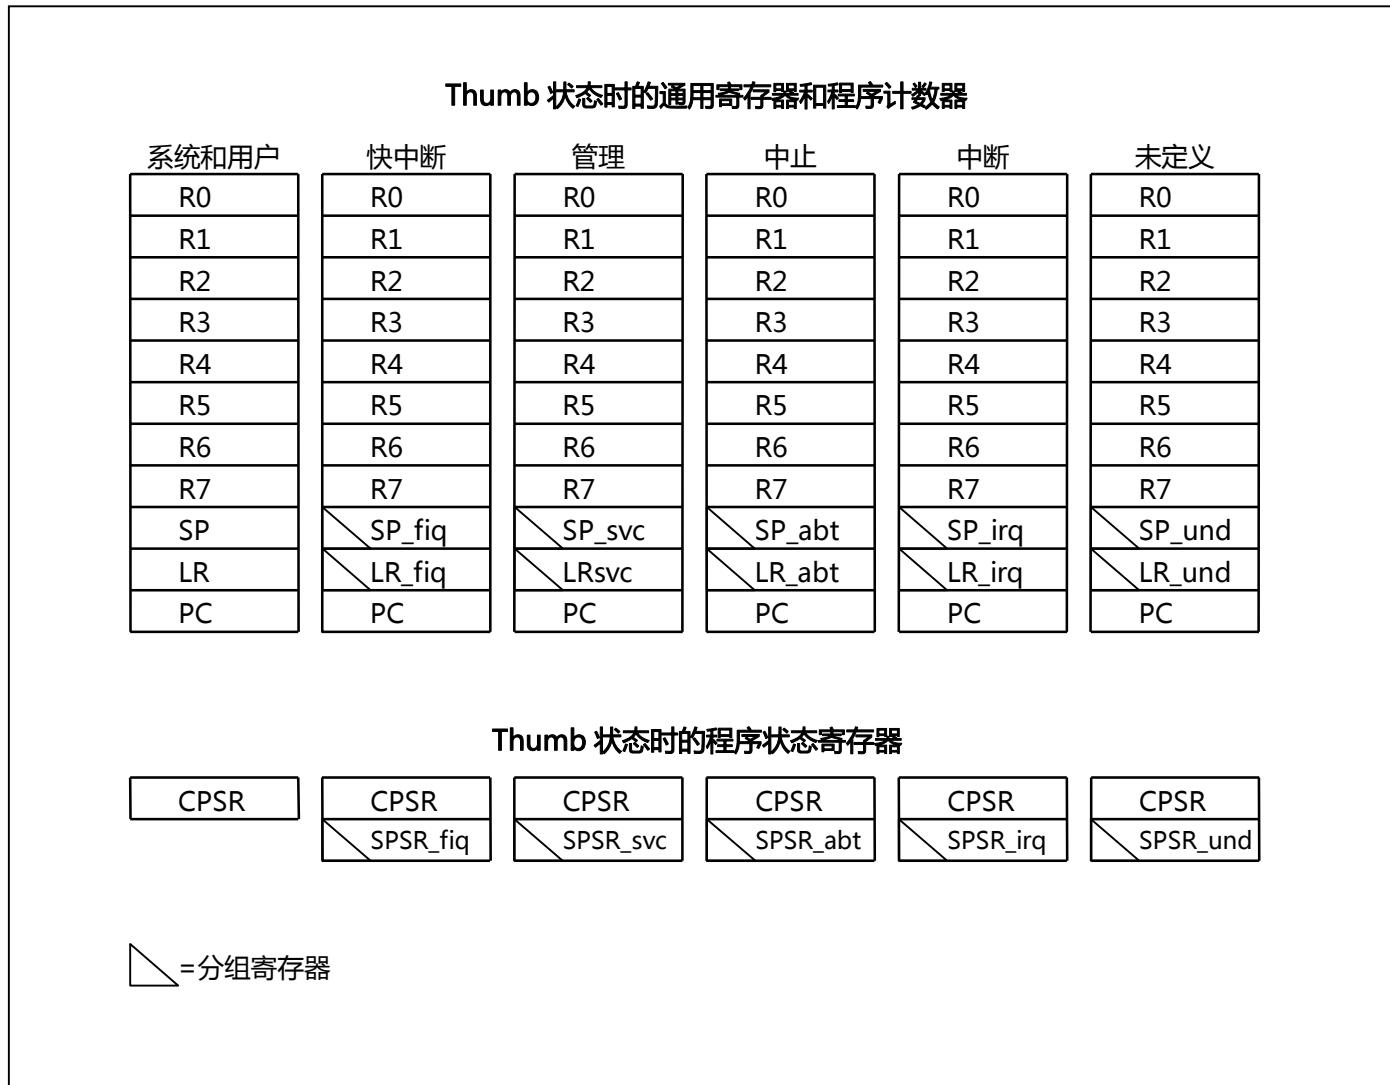

图 2-4. Thumb 状态时寄存器组织
Thumb 状态时的寄存器集为 ARM 状态时的寄存器的分配的一个子集。程序员能够直接访问 8 个通用寄存器 R0 至 R7，还有程序计数器 (PC)，一个堆栈指针寄存器 (SP)，一个链接寄存器 (LR) 和 CPSR。各自特权模式还分别有分组堆栈指针，链接寄存器和进程保存状态寄存器(SPSR)。如图 2-4 所示。